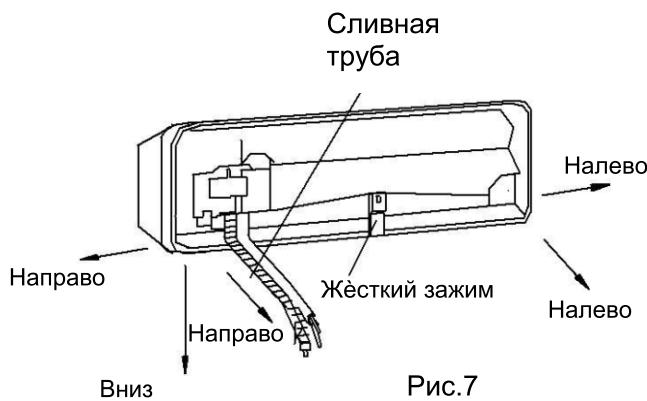

Рис.7
1. Левая схема приведена для положения сливного шланга. См. рис. 7. 2.
1. Соединение правой задней трубы (аналогично правой нижней трубке) (дополнительно, см. Рис.7)